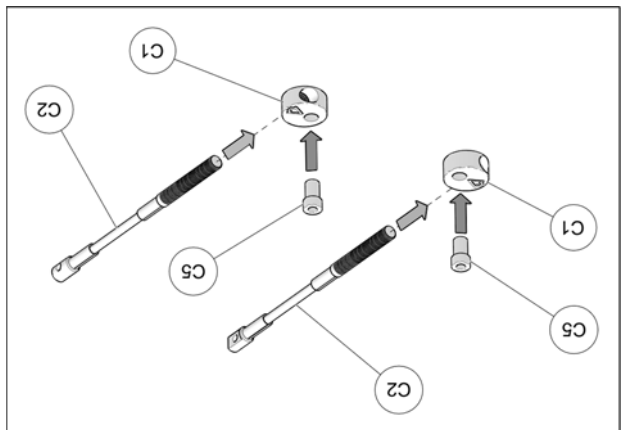

Fig. 14
10. Assembler les câbles des limiteurs de conduite (C2), les extrémités en aluminium (C1) et les bagues espacateurs (C5) tel que montré à la Fig. 14